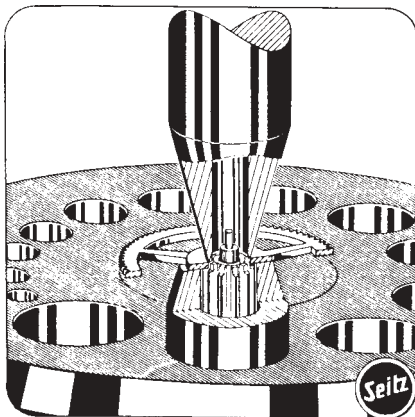

Abb. 70
- a) Zum Ausschlagen von feinen Trieben wird der Durchmesser des Ausschlagpunzens so groß gewählt, dass nur etwa 0,1 mm des stehen gebliebenen Triebes zu sehen ist (Abb. 70).